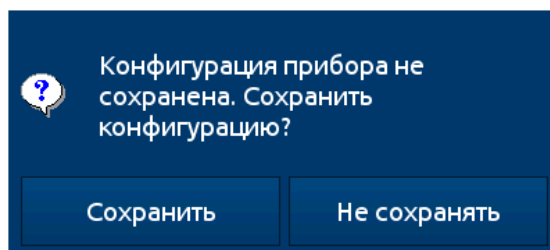
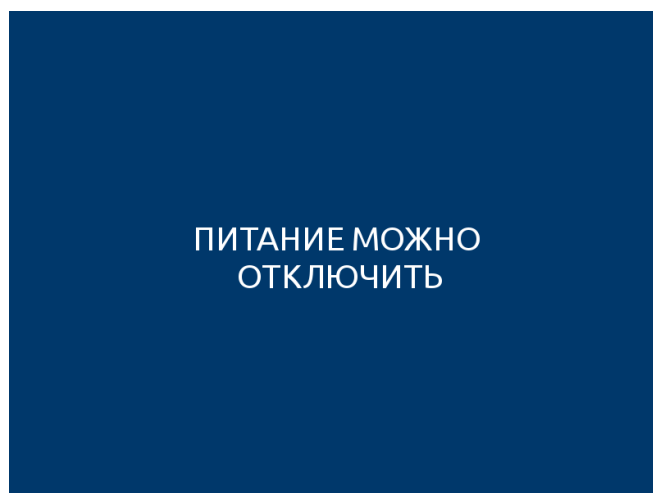

Рисунок 2.25
Рисунок 2.26
2.9.2. Кнопка «Выключение прибора» позволяет произвести закрытие всех файлов и процессов перед отключением питания РМТ 79. После нажатия на кнопку «Выключение прибора» и утвердительного ответа на запрос системы на экране появляется сообщение «Питание можно отключить» (см. рисунок 2.26). Несоблюдение описанной процедуры может привести к потере последних записываемых данных (до 1 минуты) и изменений несохраненной конфигурации. Если конфигурация прибора изменилась за время от последней загрузки прибора, то при нажатии кнопки «Выключение прибора» будет выведено предупреждающее меню с возможностью сохранения конфигурации (см. рисунок 2.25).